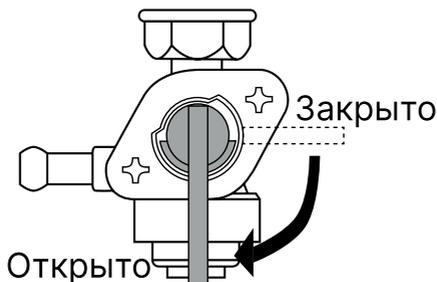

Рисунок 13 Топливный кран
3. Откройте топливный кран переводом рычага в вертикальное положение (Рис. 13)
3. Откройте топливный кран переводом рычага в вертикальное положение (Рис. 13).